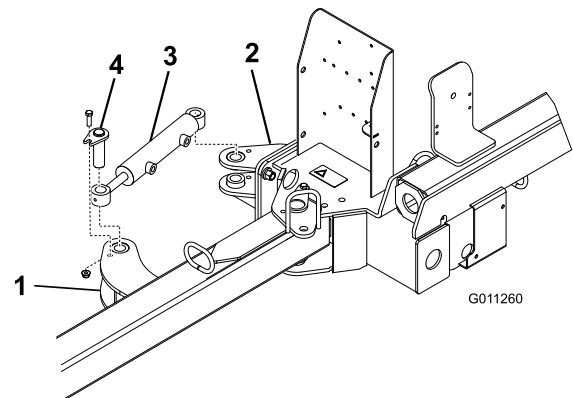

Figura 6
2. Fixe cada extremidade do cilindro hidráulico a uma patilha do accionador com um conjunto do pino, um parafuso de $3/8 \times 1-1/4$ pol. e uma porca flangeada de $3/8$ pol. Figura 6). Certifique-se de que a extremidade da haste (extremidade de funcionamento) do cilindro está ligada à patilha do accionador dianteiro.